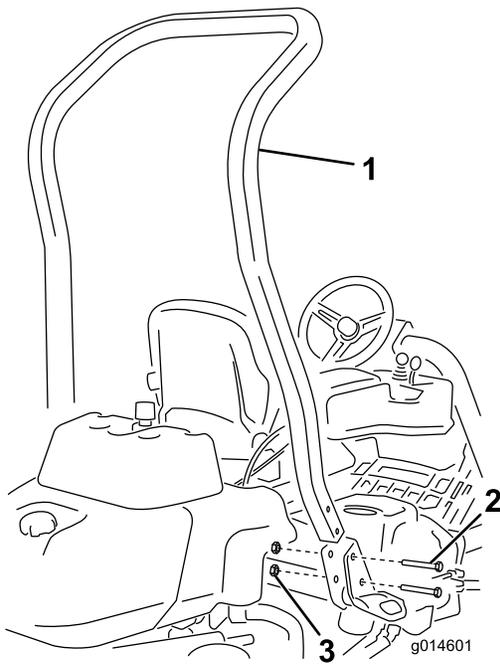

Bild 3
3. Befestigen Sie den Überrollbügel mit vier Schrauben (1/2" x 3/4") und vier Bundmuttern (1/2") in den Aussparungen an jeder Seite der Maschine (Bild 3).